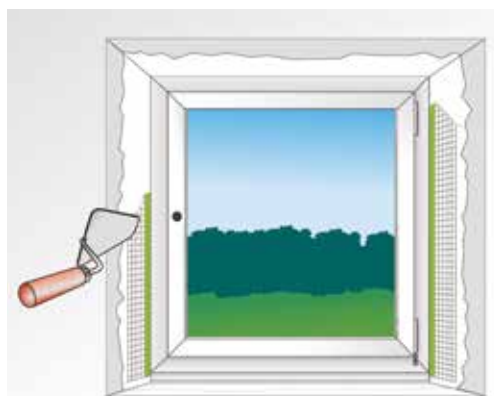

Fig 10 : finition et lissage.
- terminer l'application du crépi et son lissage (Fig. 10)